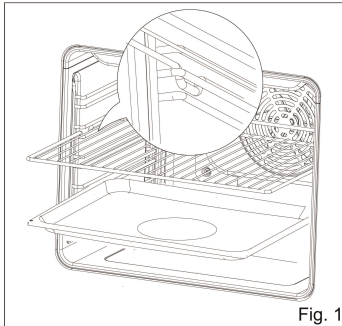

Fig. 1
- Öffnen Sie die Backraumtür und ziehen Sie die Zubehörteile (Grillrost, Fettpfanne etc.) vollständig aus den Eihängegittern heraus. Den Grillrost beim Herausziehen leicht anheben, damit diese aus der Arretierung herausgezogen werden kann (siehe Fig. 1).